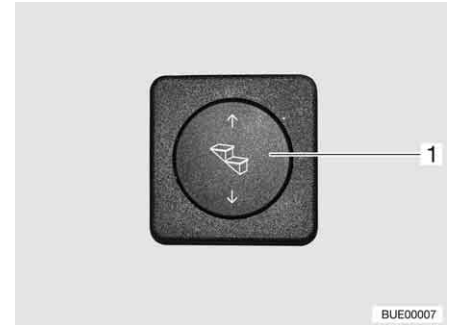

Bild 11 Manöverknapp fotsteg
- Tryck nedtill på vippknappen (Bild 11,1) och håll den intryckt (minst 3 sekunder) tills fotsteget har körts ut helt.
- Tryck upptill på vippknappen (Bild 11,1) tills fotsteget har körts in helt.